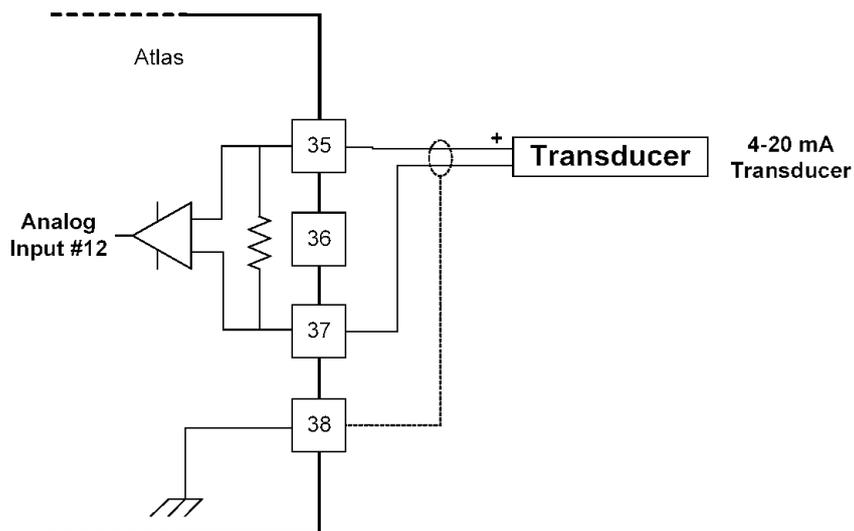
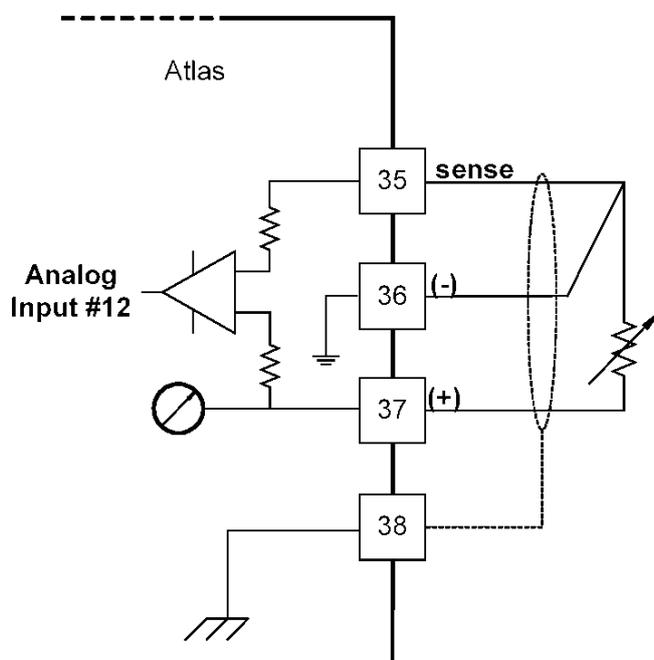

図 5-5. アナログ・コンボ・ボードの 4-20mA 入力
図 5-6. アナログ・コンボ・ボードの RTD 入力
- アナログ入力配線に関しては、図 5-4、図 5-5 および図 5-6 を参照してください。